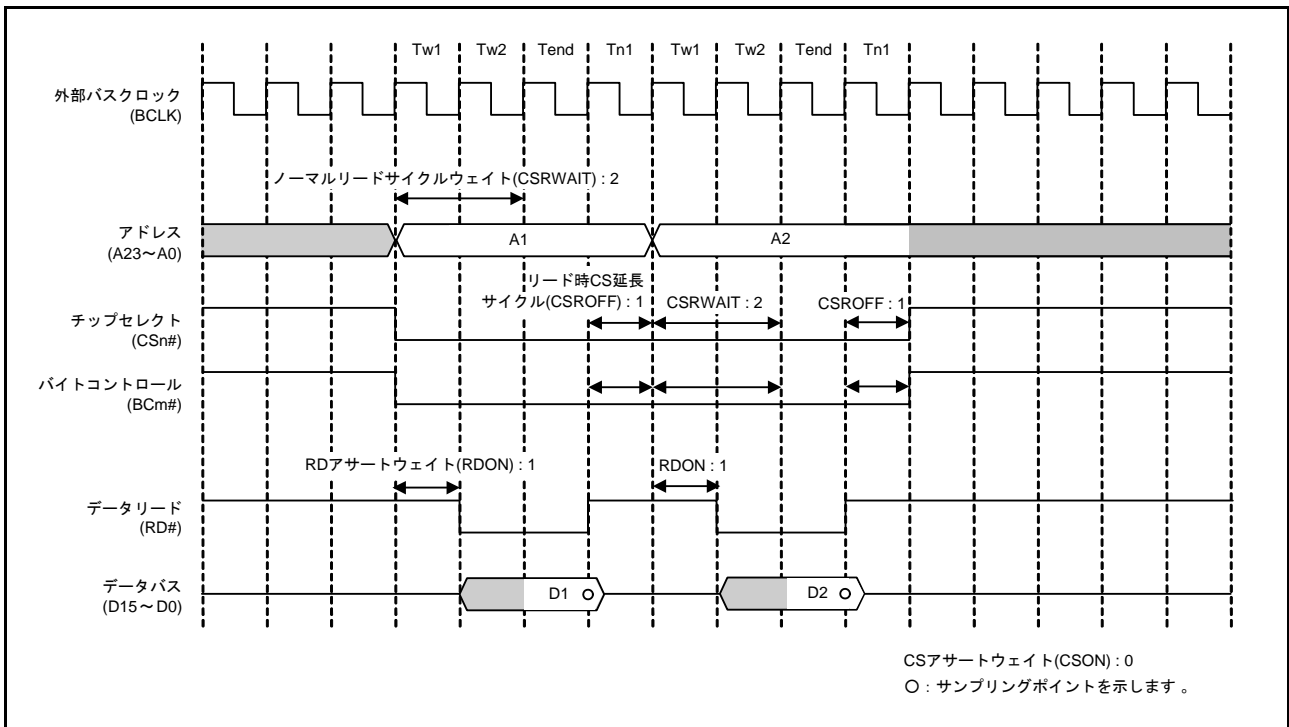

図 15.13 ノーマルリードアクセスの動作例 (1 転送要求に対して 2 回バスアクセスが発生する場合) (n=0 ~ 3、m=0、1)
バスマスタからの1転送要求に対して2回以上の外部バスアクセスが必要となる場合は、ノーマルアクセス動作（①から④）を繰り返します。図 15.13、図 15.14 に、1転送要求に対して2回バスアクセスが発生する場合の動作例を示します。ただし、リカバリサイクル挿入条件が成り立つ場合は、2回目以降の外部バスアクセスにもリカバリサイクル（⑥）の挿入が行われます（図 15.31 参照）。